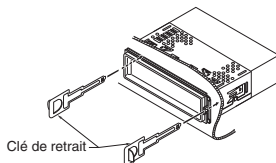

Figure 8
3. Insérer et verrouiller les plaques à crochet. (Figure 8)